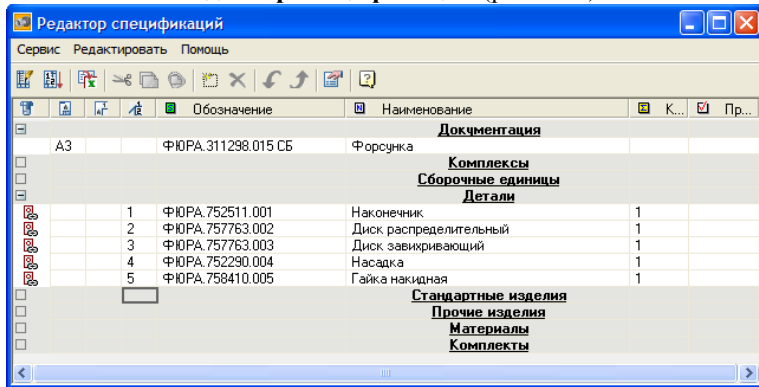

Рисунок 8.13 – Диалоговое окно Редактор спецификации
- Нажмите кнопку  **Спецификация**. При этом появится диалоговое окно **Редактор спецификации** (рис. 8.13).